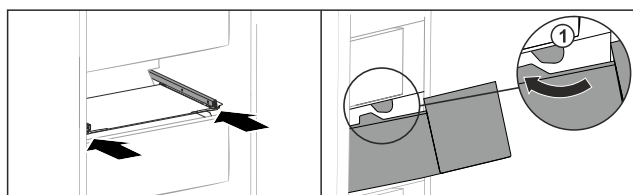

Fig. 150
- ▶ Far passare il cassetto intorno ai fermi Fig. 150 (1).